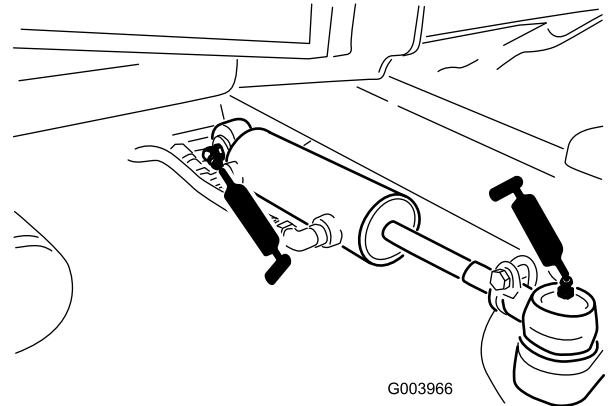

Bild 52
- Lenkzylinder-Kugelgelenke (2) (Bild 52)